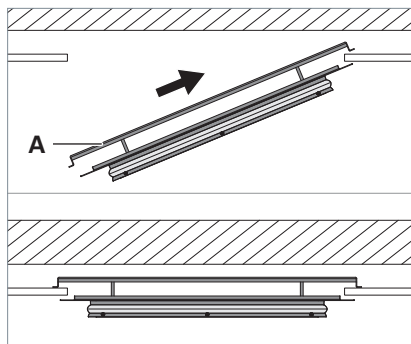

Fig. 2: Agganciare il telaio dell'apparecchio d'illuminazione al soffitto.
- Agganciare il telaio dell'apparecchio d'illuminazione al soffitto con le due staffe **A**, vedi Fig. 2. **A**